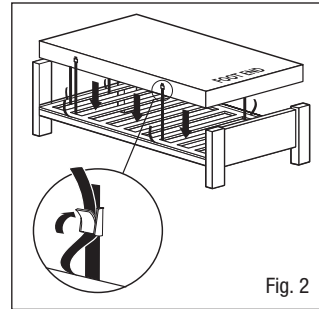

Fig. 2
3. Sikre madrassen til sengen ved å bruke de justerbare stroppene - før stroppene rundt sengens base og sikre med spennene (Fig. 2), som gir rom for bevegelige deler på elektriske senger. Dette er viktig da det stopper madrassen fra å løsne fra sengen og føre til mulig skade til pasienten. Et stroppforlengersett er tilgjengelig for bruk med kontinentalsenger (delenummer 11062).